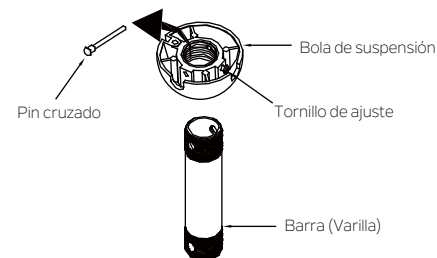

Fig. 7
Paso 3. Retirar la bola de suspensión del conjunto de la barra inferior aflojando los tornillos de fijación, retirando el pasador transversal y girando la bola de la barra(varilla) (Fig. 7)